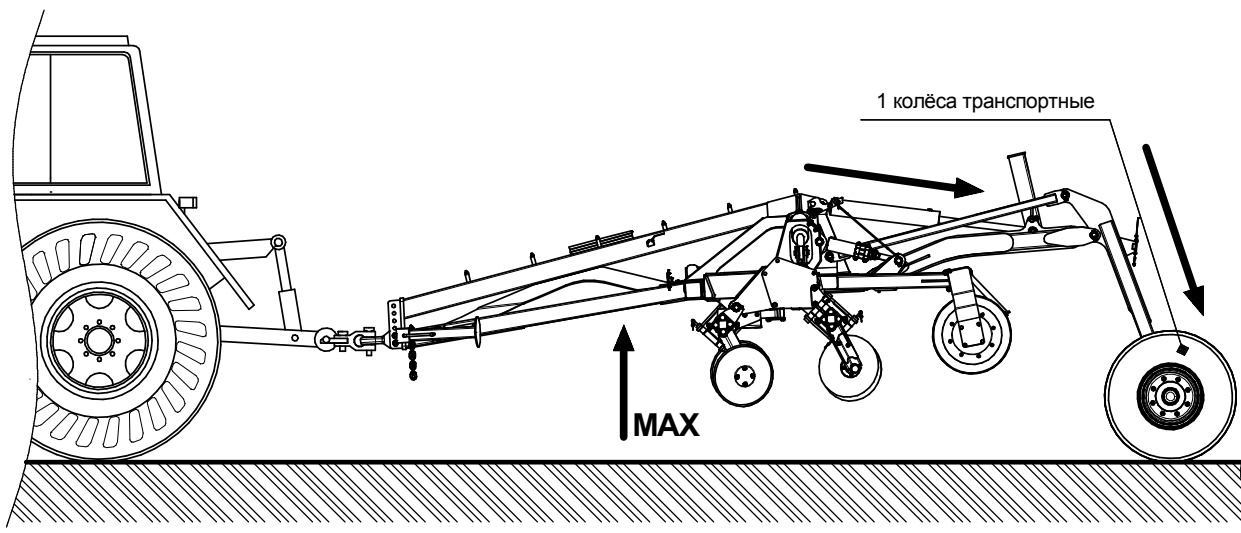

Рис.1.8-Поднятие агрегата максимально вверх ДПМ-7500 "Универсал" / "Универсал Т" (вид сбоку)
1. С помощью рычагов управления гидравлики транспортных колёс поднимите весь агрегат максимально вверх (рис.1.8).